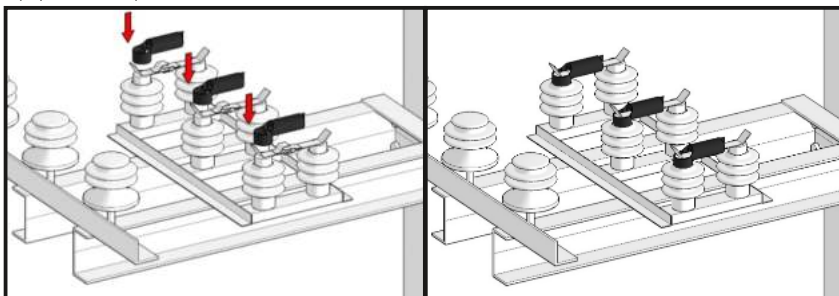

Рис. 45.
11.2.4. Выполнить монтаж кожухов ПЗУ-6-10кВ-ТРП-НГ (для подвижного контакта) (Рис. 45).